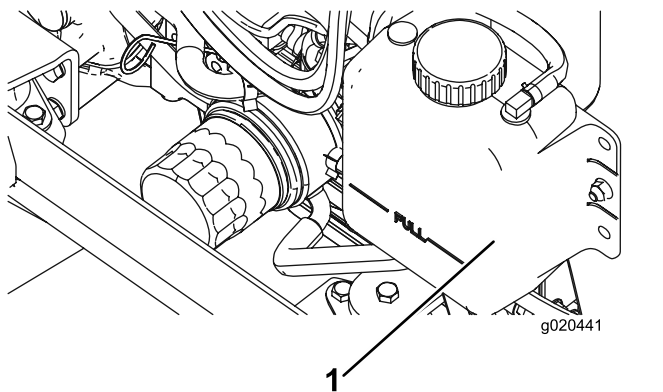

Figura 88
1. Retire cuidadosamente el tapón del radiador y el tapón del depósito de expansión (Figura 88).